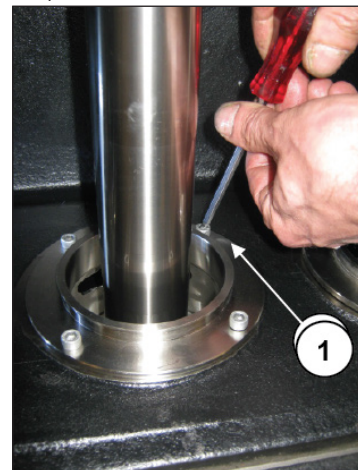

Abb. 158
Entfernen Sie den Faltenbalg und lösen Sie die vier Befestigungsschrauben M6 der drei Faltenbalg-Flansche (Pos. ①, Abb. 158).